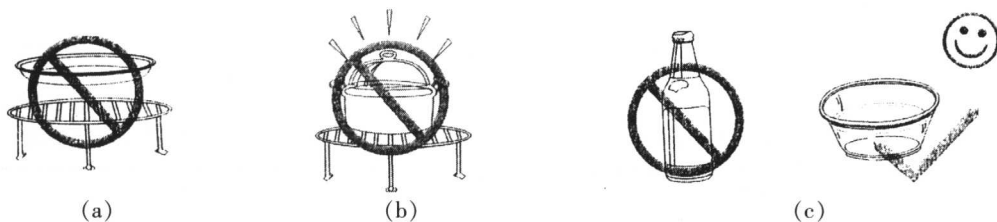

图 1-7 微波烹调切勿使用金属类器具
①微波炉采用微波烹调时切勿使用金属架及其他金属器皿。不能使用带金黄色边、银边的器皿,如图 1-7(a)所示。微波炉中通常使用陶瓷、耐热玻璃、耐热塑料等器皿。
②对于具有光波加热功能的微波炉,使用光波微波组合烹调时,切勿将铝质或其他金属容器放置在金属网架上,以防止打火,如图 1-7(b)所示。
③窄颈瓶不可直接放入微波炉加热,如图 1-7(c)所示。